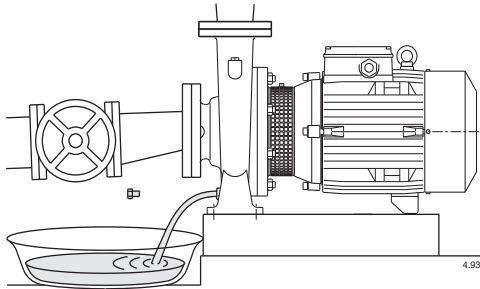

Bild 4 Avtappning.
**Om pumpen ej används måste den tömmas helt om det föreligger frysrisk (bild 4).**